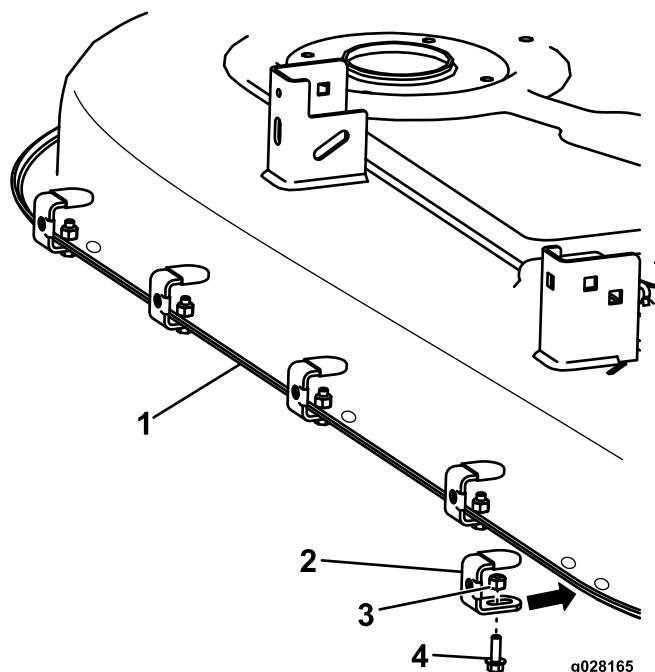

Figura 2
- Montate le staffe assemblate nei fori illustrati nella Figura 2 mediante i 5 bulloni (1/4 x 3/4 poll.) e 5 dadi di bloccaggio (1/4 poll.). Tenete fermo il cappuccio di gomma della staffa contro la parte posteriore del piatto e serrate. Per la staffa media utilizzate il foro di sinistra. Per le staffe esterne utilizzate i fori esterni.